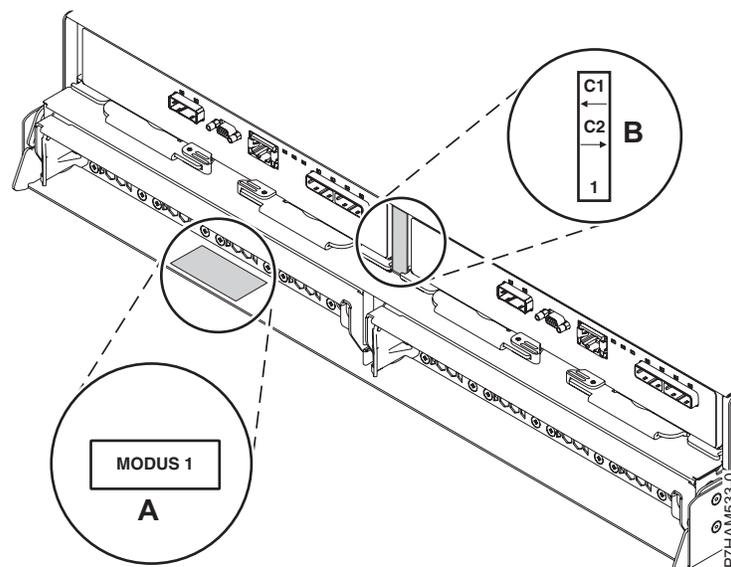

Abbildung 35. Positionen der Modusaufkleber an der Rückseite von Plattenlaufwerkgehäuse 5887
1. Überprüfen Sie den werkseitigen Modus des Plattenlaufwerkgehäuses 5887 anhand der Angaben auf den Aufklebern, die sich auf der Rückseite des Gehäuses befinden. Die Aufkleber sind am unteren linken Fach des Chassis (**A**) und am mittleren Stützelement zwischen den ESM-Modulen (ESM = Enclosure Services Manager) (**B**) angebracht. Die Aufkleber geben an, ob das Gehäuse auf den Modus 1, Modus 2 oder Modus 4 festgelegt ist. Einzelheiten finden Sie unter Abb. 35.